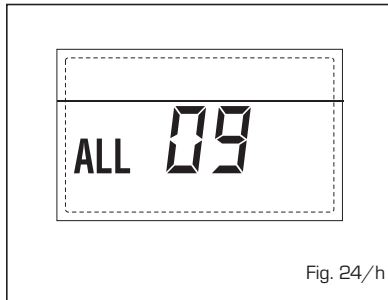

Fig. 24/h
**AUXILIAR "AL 10"** (fig. 24/l)
**CALDERA CON ACUMULADOR:** Anomalía sonda calentador (SB). Cuando la sonda del quemador está abierta o en cortocircuito, en el display se visualiza la anomalía AL 10.